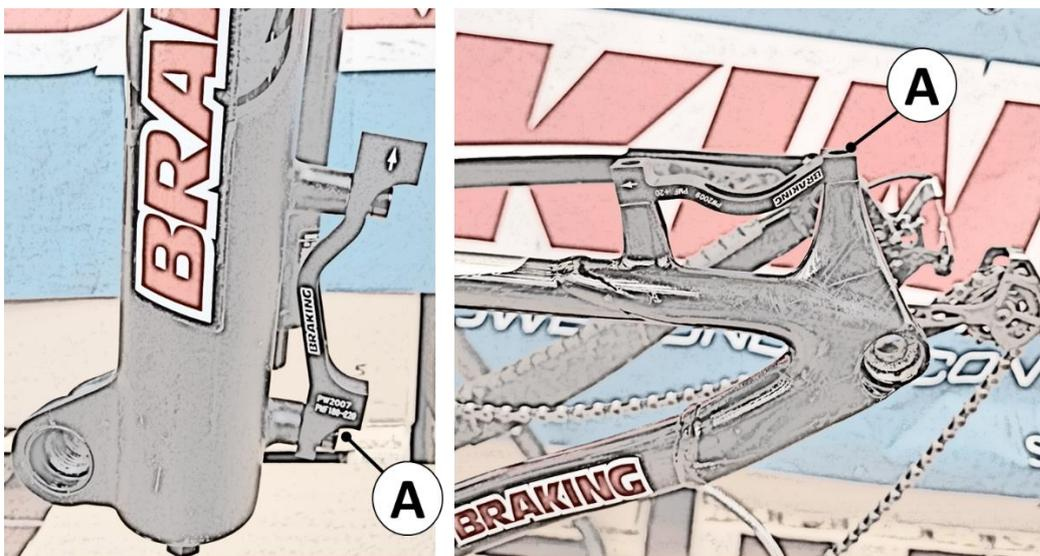

Figura 5: Montaggio pinza con staffa spostapinza
- 1) Avvicinare la staffa **A** ai supporti sul telaio o sulla forcella con la freccia rivolta verso il senso di rotazione della ruota, facendo combaciare i fori, come in **Figura 5**